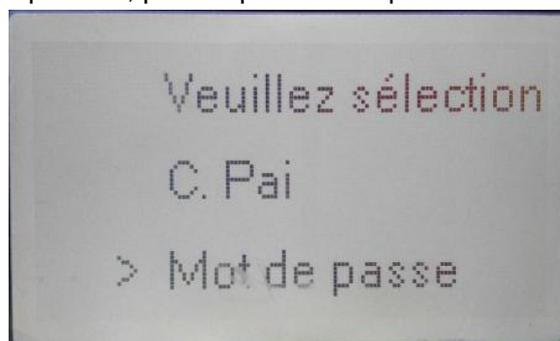

Figure 4-3
- c) Sélectionnez « Mot de passe », puis cliquez sur "#" pour confirmer. Voir Figure 4-3.